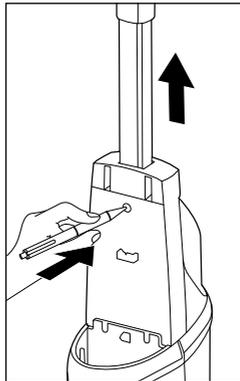

Fig. 2
- ▶ Hvis du vil fjerne motordelen **1** fra produktet igen, skal du først tage brugsvandsbeholderen **11** ud af produktet for at få adgang til motordelens **1** snaplås (se kapitlet **Opfyldning af brugsvandsbeholderen**). Når du har fjernet brugsvandsbeholderen **11**, skal du trykke motordelens **1** snaplås ud af åbningen med en spids genstand. Derefter kan du tage motordelen **1** ud af produktet igen (se fig. 2).